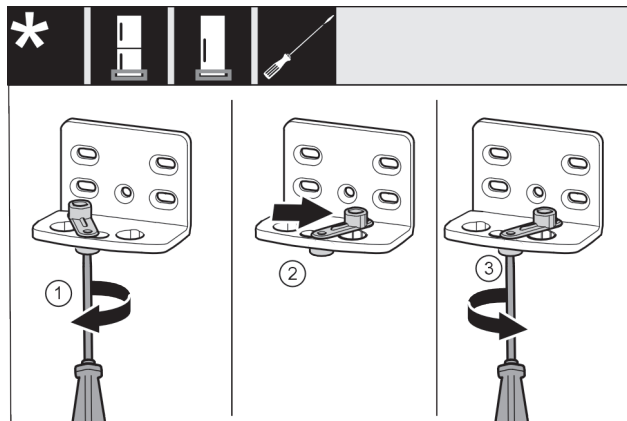

Fig. 19 *
- ▶ Šroubovákem volně přišroubujte šroub Fig. 19 (1).*
- ▶ Zvedněte pomůcku zavírání dveří Fig. 19 (2) a v otvoru ji otočte o 90° doprava.*
- ▶ Šroubovákem šroub Fig. 19 (3) pevně utáhněte.*